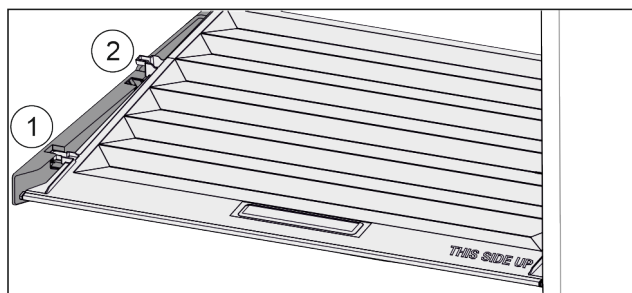

Fig. 91
- ▶ 将盖子向前拉 Fig. 91 (1) 至定位件开口。
- ▶ 从下方抬起后端并向上将其移出 Fig. 91 (2)。